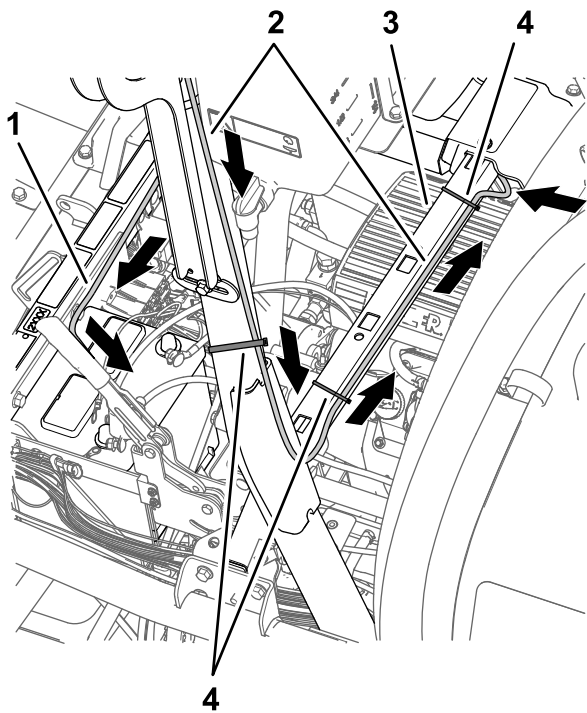
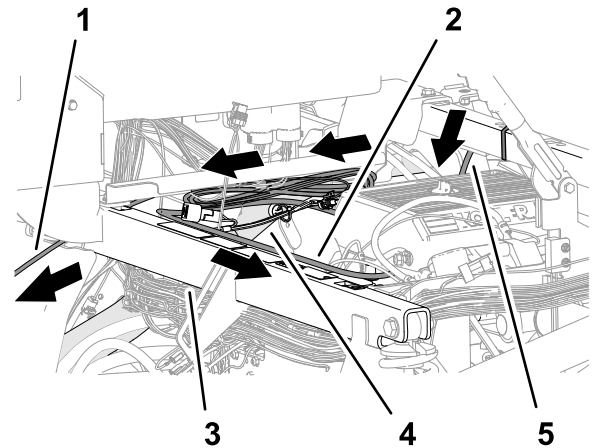

图 200
图 202
- 将数据线束和电池线束沿左侧垂直翻车保护杆向下布放直至座椅支架的横梁处图 200。
2. 如图 200 所示将导航接收器的 390cm 数据线束支管固定到翻车保护杆上。
5. 将数据线束和电池线束穿过座椅支架的横梁并用 2 条扎带将 390cm 数据线束支管固定到横梁上图 200 和图 202。
6. 沿右上机架管布置 220cm 电池线束支管图 202。
7. 将 220cm 电池线束支管朝向电池的方向穿过减震支撑管图 202。
- 沿控制台下方并朝仪表板的方向布置 220cm 数据线束支管带 26 插槽接头的线束支管 图 202。